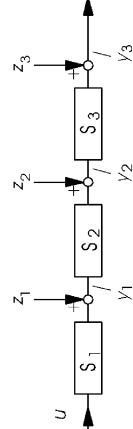

Bild 1: Anordnung einer dreigliedrigen Messkette
- g) Die Anordnung ist in Abbildung 1 zu sehen.